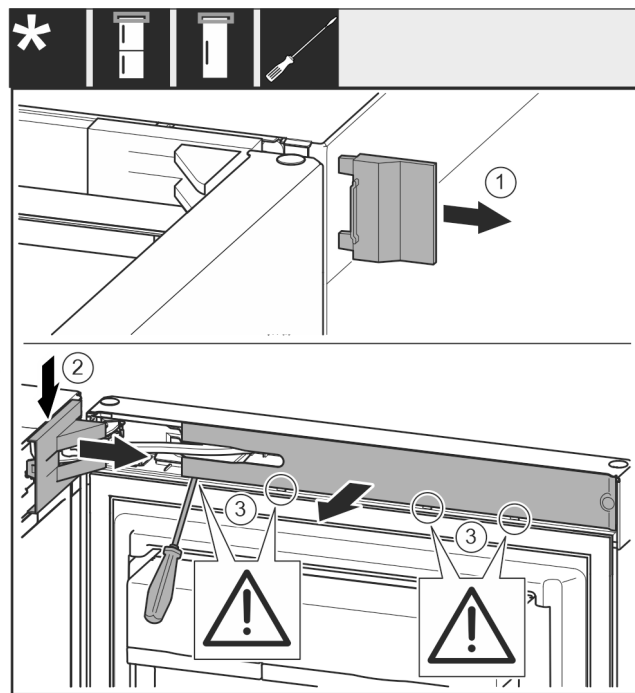

Fig. 8
- Ta av skyddet Fig. 8 (1).
- Lossa lagerbockskyddet Fig. 8 (2).
- Ta av lagerbockskyddet Fig. 8 (2).
- Lossa panelen Fig. 8 (3) med spårskruvmejsel och sväng den åt sidan.